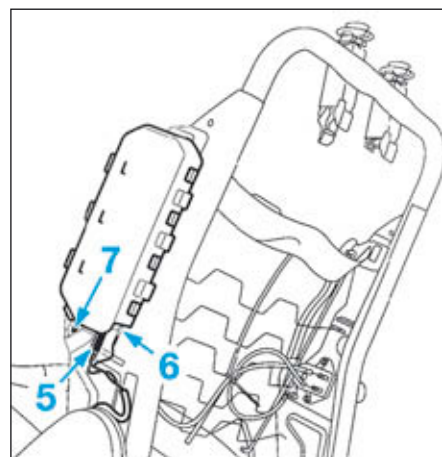

FIG.9
- Débrancher (Fig.9) :
- le connecteur (5) de l'airbag thorax,
- la cosse de masse (6) de l'airbag thorax.